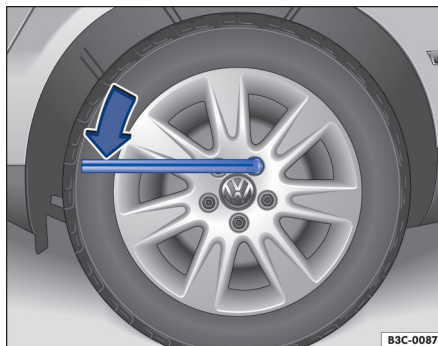

Fig. 164 Troca de roda: soltar os parafusos da roda.
- Encaixar a chave de roda no parafuso da roda até o batente → Fig. 164.